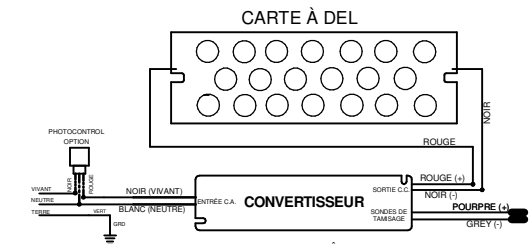
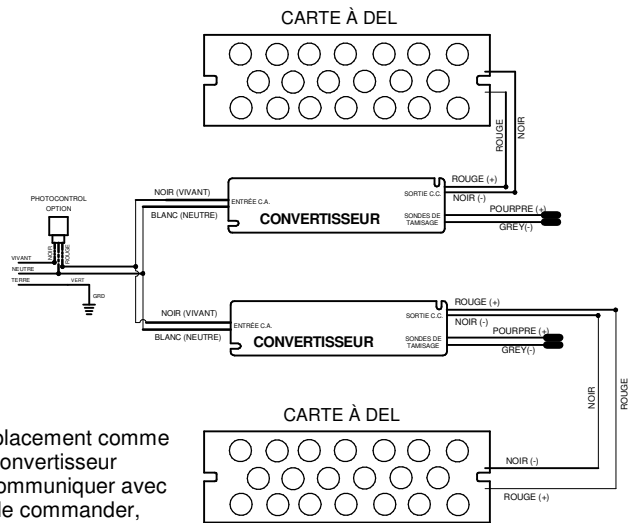

Fig 4a: DIAGRAMME DE CÂBLAGE POUR PROJECTEUR FLL
Fig 4b: DIAGRAMME DE CÂBLAGE POUR PROJECTEUR FXL
- Connectez le Photocontrol comme indiqué sur la figure. 4a pour FLL ou la figure 4b pour FXL.